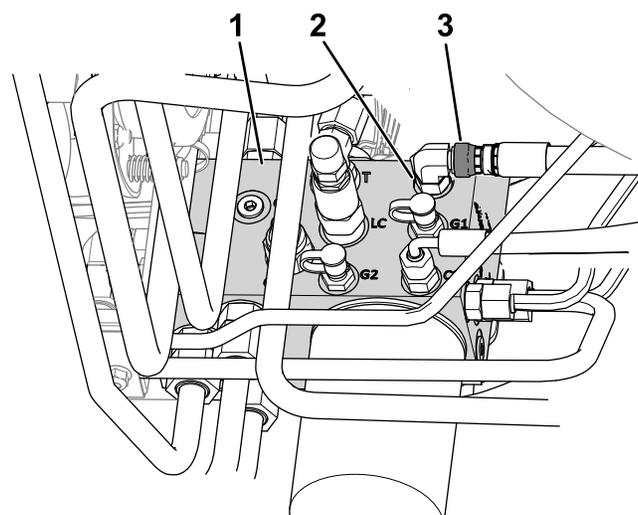

Figura 8
- B. Allentate il dado girevole del flessibile collegato alla porta C1 del collettore idraulico (Figura 8).
- E. Serrate il dado girevole del flessibile sull'apertura C1 (Figura 8) a 41 N·m.